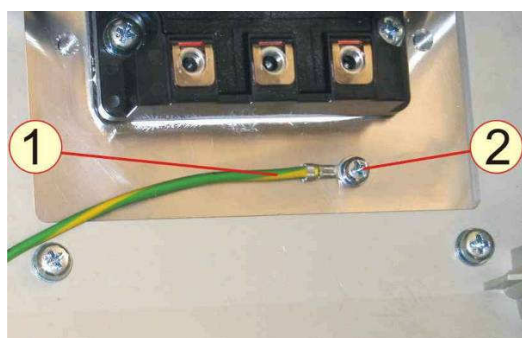

Рис.6.29
- заземляющий провод 1, выкрутив винт 2 (рис.6.29).